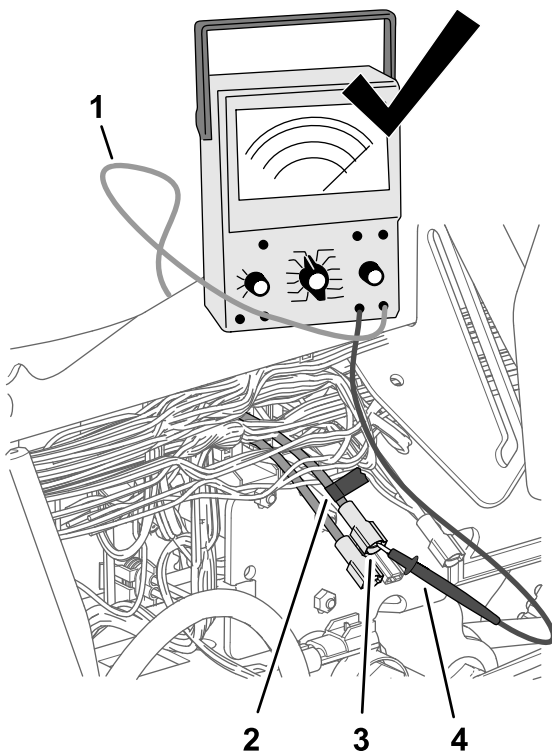

Bild 188
4. Markieren Sie den Anschluss und das Kabel, das Sie in Schritt 3 identifiziert haben, mit einem Stück Band (**Bild 188**).